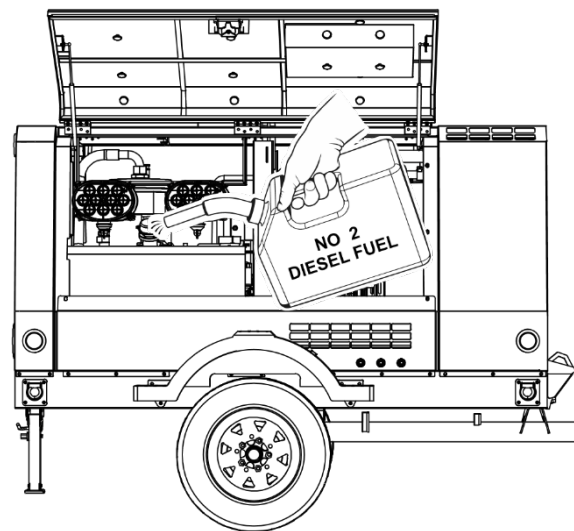

Рисунок 18. Добавление топлива
3. Если уровень топлива низкий, поднимите и откройте дверцу кожуха (у обочины). Снимите крышку топливного бака с топливного бака и заполните топливный бак (Рисунок 18) дизельным топливом №2. ЗАПРЕЩАЕТСЯ наполнять бак сверх емкости.